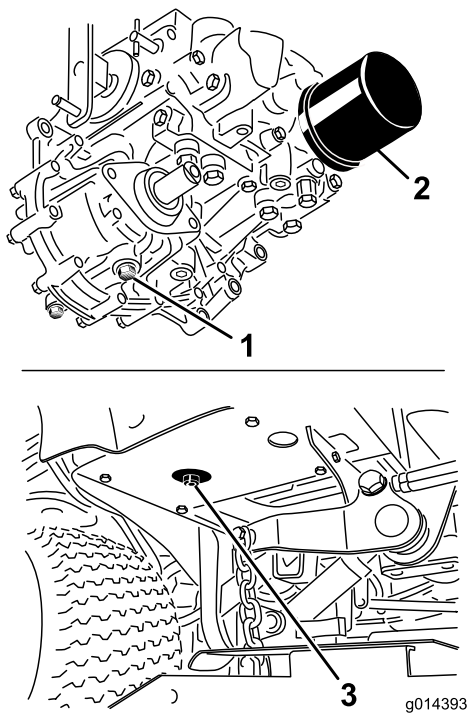

Figura 54
3. Coloque un recipiente grande debajo del depósito de aceite hidráulico y el alojamiento de la transmisión y retire los tapones; deje que se vacíe todo el aceite hidráulico (Figura 54).
4. Limpie la zona alrededor del filtro de aceite hidráulico y retire el filtro (Figura 54).